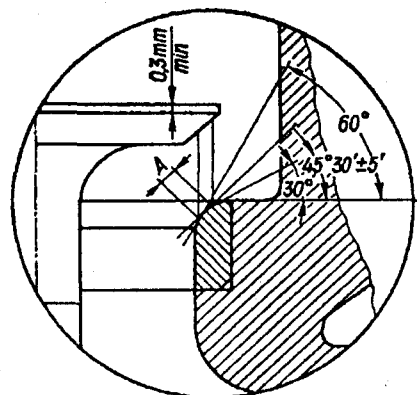

Рис. 2.44. Углы шлифовки седла клапана: А – ширина фасок седел для впускных клапанов 0,43...1,43; для выпускных клапанов 1,57...2,57 мм
Проверить высоту цилиндрического пояса, головки клапана. Если после шлифования фаски эта высота окажется меньше $0,3$ мм, клапан заменить (рис. 2.44).
– Вставить клапан в его направляющую втулку и, прижимая к седлу, несколько раз провернуть его (поясок краски на рабочей фаске клапана должен располагаться равномерно по всей поверхности, а ширина находиться в пределах 0,43...1,43 мм (рис. 2.44) для впускных, и 1,57...2,57 мм для выпускных клапанов).